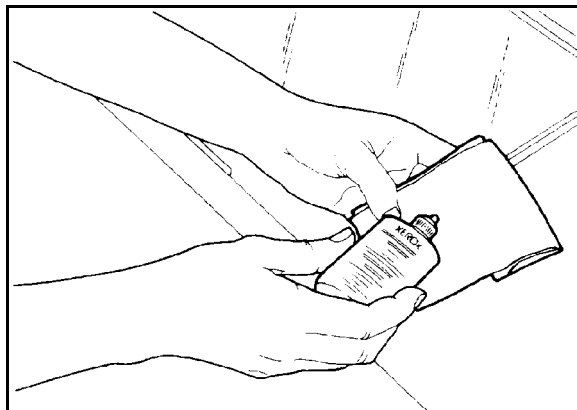

Figure 2 : Humidification d'un chiffon non pelucheux
- 1 Humectez un chiffon propre non pelucheux (voir la figure 2) d'un produit d'entretien pour verre optique Xerox ou Xerox Europe ou de tout autre produit pour vitre qui n'est pas abrasif.